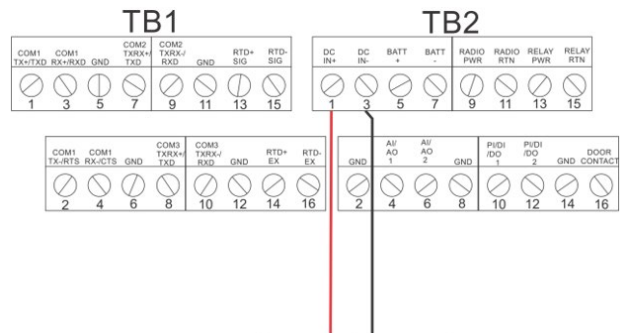

图8. 接线至直流电源
- 将每条裸露的线头插入适当的连接器，并固定电线（请参考 图8）。